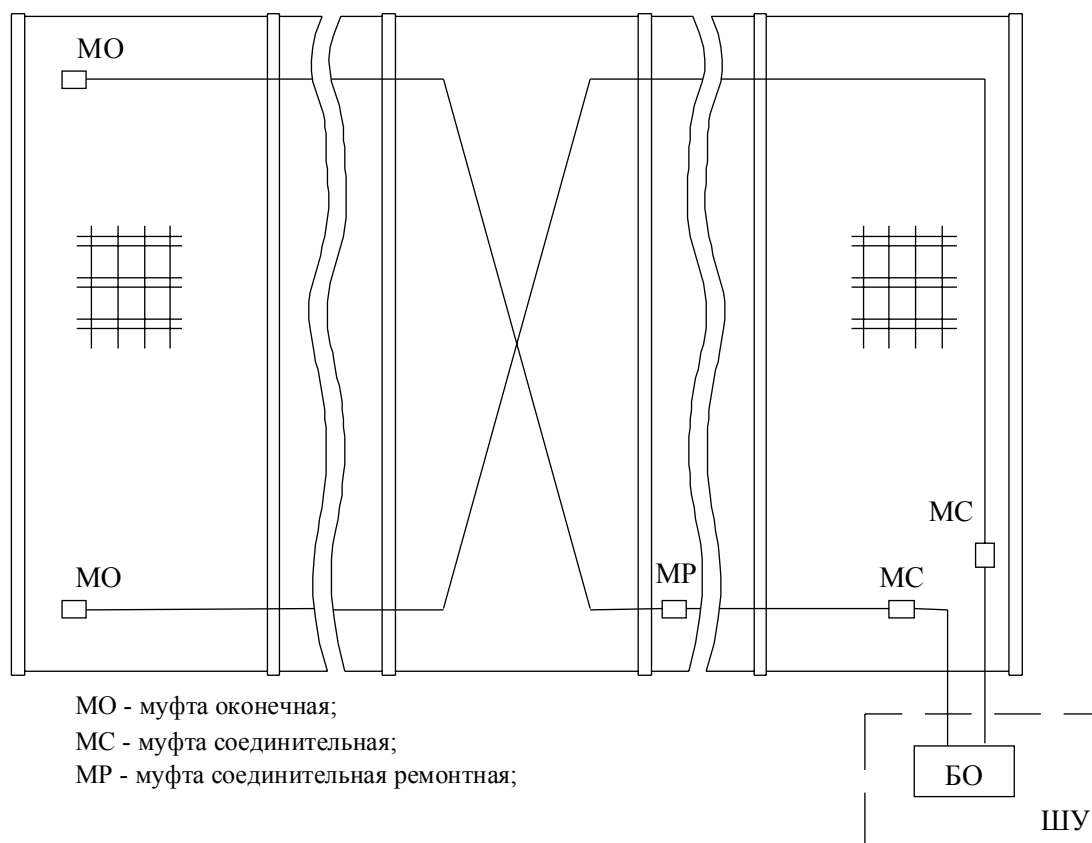

Рисунок 5.1
5.1.1. Схема установки ЧЭ на СЗ представлена на рис. 5.1.
5.1.8. Закрепить кабель ЧЭ в верхней части СЗ до середины участка, затем продолжить его монтаж на нижней части СЗ до шкафа участкового (рис. 5.1.).
5.1.10. Монтаж кабеля ЧЭ в нижней части СЗ вести на высоте 0,4-0,6 м от земли. (рис. 5.1.). Кабель крепить в нижней части СЗ согласно методике, приведенной в п.5.1.9.